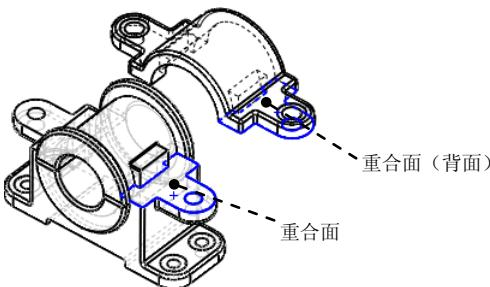

图 7.11.14 选取重合面（一）
③ 添加“重合”配合。单击“配合”对话框中的 **△** 按钮，选取图 7.11.14 所示的两个面为重合面，单击快捷工具条中的 **√** 按钮。